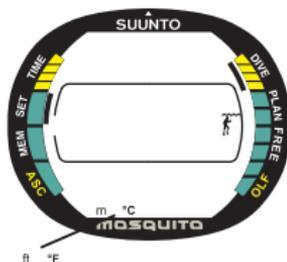

Fig. 4.16. Scelta Unità di misura metrica/anglosassone.
6. I simboli delle unità di misura inserite lampeggiano nella parte bassa del display, premere “+” o “-” per cambiare il sistema adottato (Fig. 4.16).